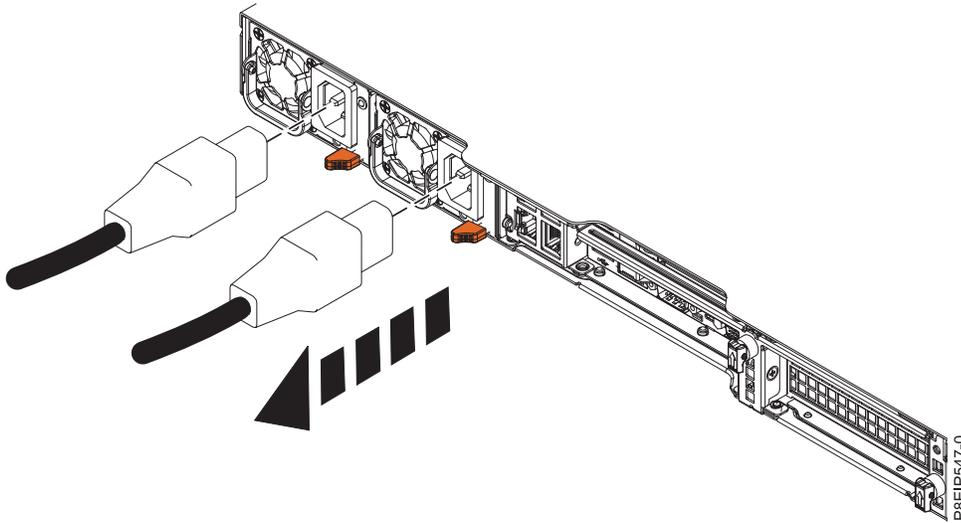

Figure 71. Retrait des cordons d'alimentation du système
2. Étiquetez et déconnectez les cordons d'alimentation du système comme indiqué dans la figure 71, à la page 80.